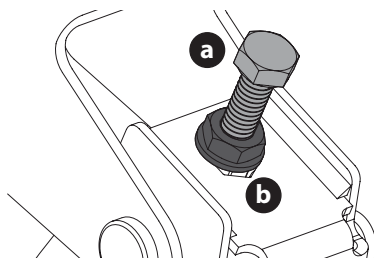

Fig. 35
3. Ubique los pernos de ajuste (a) del lado izquierdo y derecho de la plataforma (Fig. 35).
4. Afloje pero no extraiga las contratuercas (b) en el perno de ajuste. Ajuste el perno de ajuste derecho o izquierdo arriba o abajo según sea necesario hasta que la altura de un lado a otro sea equivalente (Fig. 35).
5. Cuando se logre el ajuste correcto, vuelva a apretar las contratuercas (b). Ajuste hasta 200 pulgadas-libras (23 N-m) (Fig. 35).